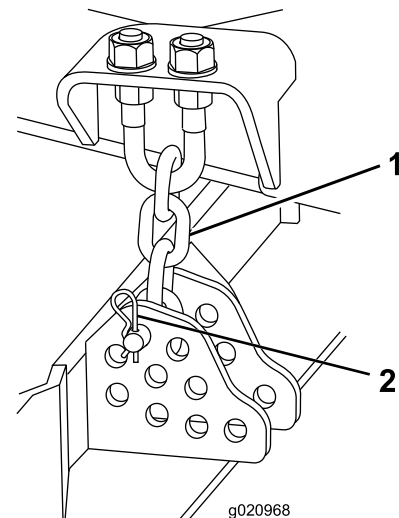

Bild 20
5. Entfernen Sie den Splint und den Lastösenbolzen, mit denen die Schnitthöhenkette an der Rückseite des Mähwerks befestigt ist (**Bild 20**).